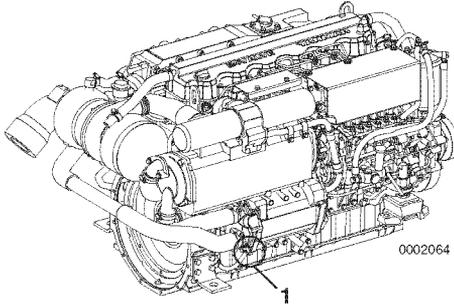
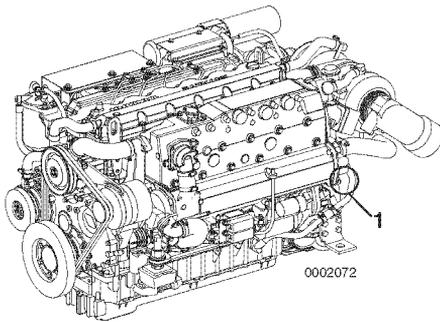

Abbildung 1
Abbildung 2
1. Seewasser-Ablasshähne öffnen (**Abbildung 1, (1)**) und (**Abbildung 2, (1)**) und Seewasser ablassen.